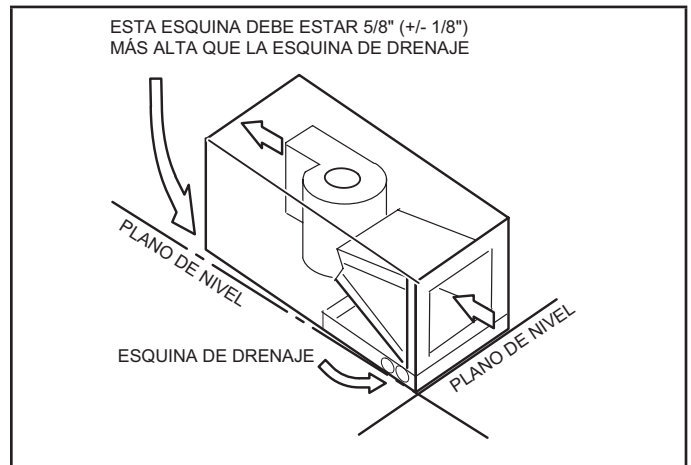

FIGURA 7. Inclinación de la unidad para un drenaje apropiado
- 3 - Coloque la unidad de modo que esté inclinada hacia el extremo del colector de drenaje de flujo ascendente y nivélela desde el extremo delantero al extremo trasero (ver la Figura 7).
Asegúrese de que la unidad esté inclinada (similar a la pendiente en la Figura 7) de modo que el colector de drenaje se vacíe por completo sin que quede agua estancada en el colector.